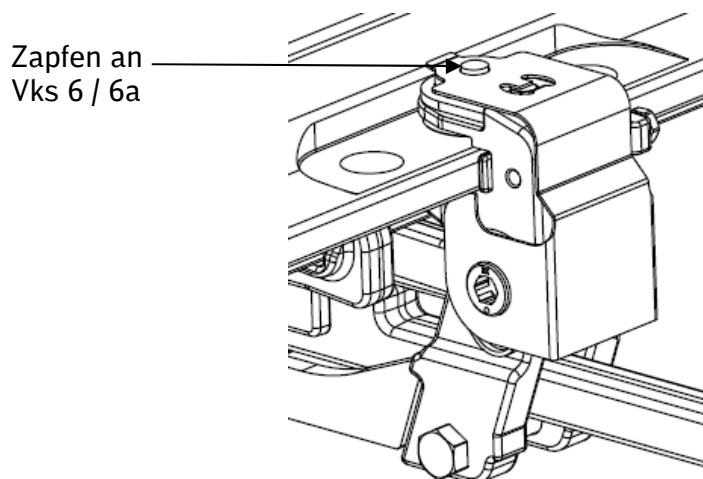

Bild 12 Fixierung durch Einrasten in den Zapfen der Verschlussklammerschraube
- Sicherung der Verschlussklammerschraube und der Schraubensicherung durch Einrasten der oberen Bohrung des Sicherungsbleches in den Zapfen der Verschlussklammerschraube (Bild 12)